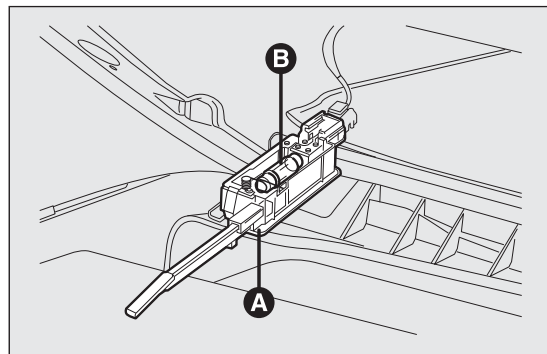

fig. 162
- ☐ abrir la guantera y extraer el plafón A fig. 162;